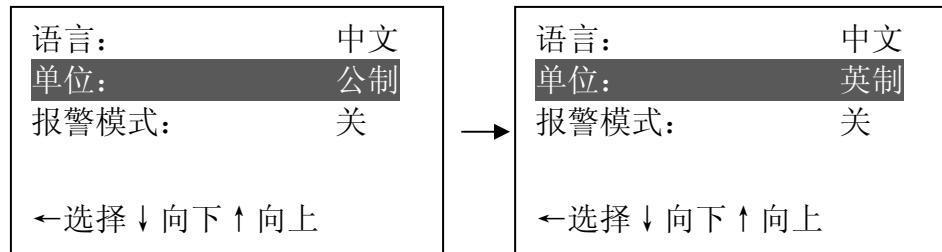
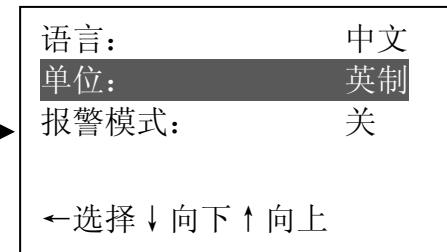

图 27
图 28
- 按↑或↓键选择单位，按←键循环显示公制和英制，（如图 27 和图 28）：